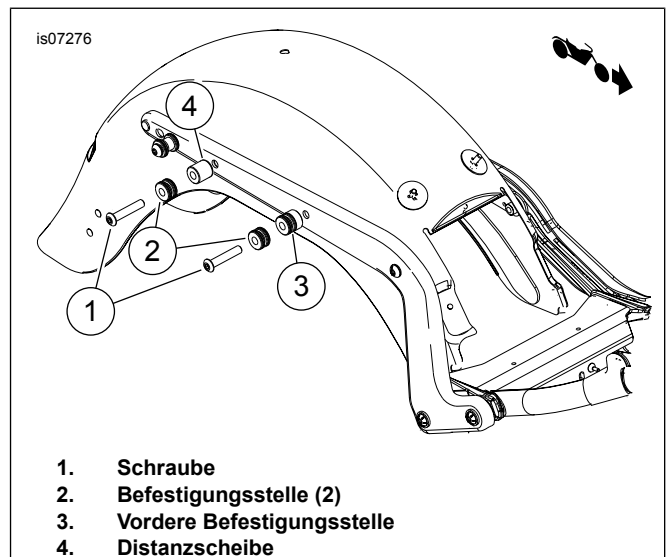

Abbildung 4. Einbau der Befestigungsstelle (mit anderen abnehmbaren Zubehörteilen)
*Mit anderen abnehmbaren Zubehörteilen:* Siehe Abbildung 4. Die Schrauben (1) durch die Mini-Befestigungsstellen (2) und vordere Befestigungsstelle (3) sowie die hintere Distanzscheibe (4) einsetzen. Die Schrauben in die Schutzblechstützen-Befestigungshalterung einbauen (innerhalb des Schutzblechs). Die Schrauben auf ein Drehmoment von 28–36 N·m (21–27 ft-lbs) anziehen.